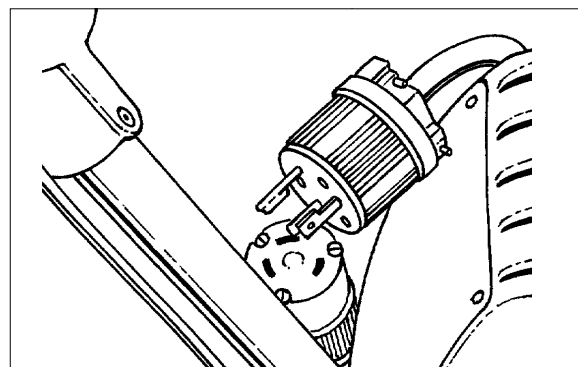

Figure 7
- Débranchez la spirale de raccord du moteur du raccord de la poignée si l'appareil en est doté (voir figure 7).